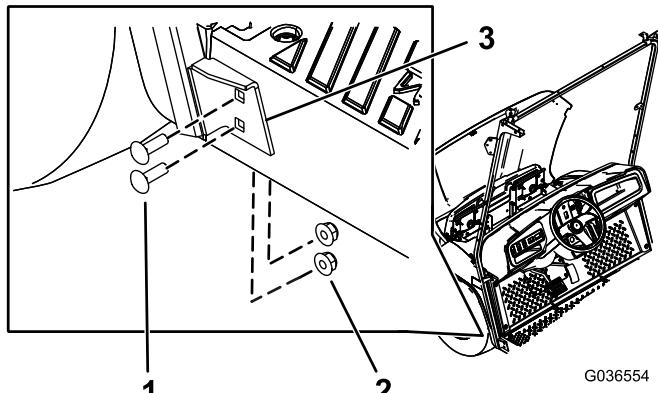

Figura 6
5. Fissate la staffa inferiore del supporto del parabrezza al lato sinistro della macchina utilizzando 4 bulloni a testa tonda (5/16 x 1") e 4 dadi flangiati (5/16"), nei fori praticati nel passaggio **2** (Figura 6).